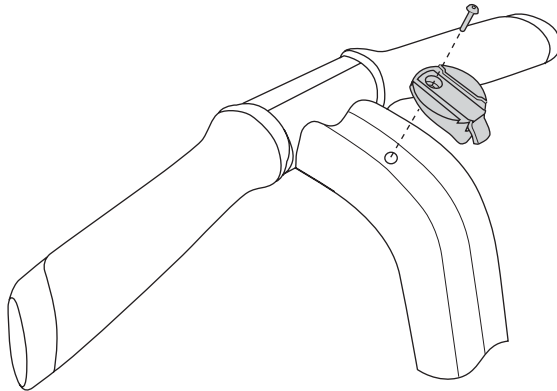

Abbildung 44. Installieren bzw. Ausbauen des InfoKey-Sockels
2. Setzen Sie den InfoKey-Sockel (mit der Arretierung nach unten) auf den oberen Teil des LeanSteer-Rahmens (siehe **Abbildung 44**).